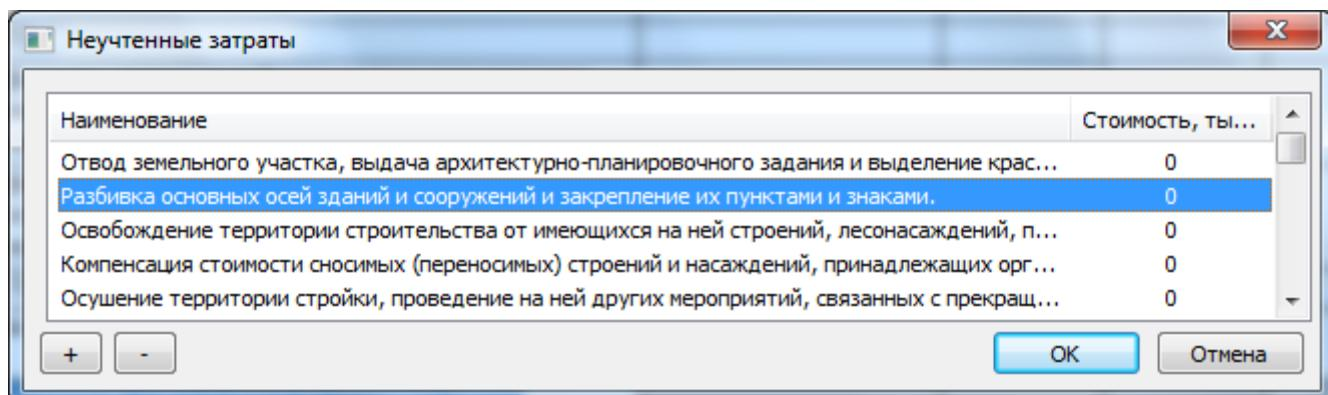

Рис. 9.9 Диалоговое окно неучтенные затраты
4. В открывшемся диалоговом окне *Неучтенные затраты* (Рис. 9.9) выбрать нужный тип затрат.
3. В открывшемся диалоговом окне *Неучтенные затраты* (См. рис. 9.9) нажать на кнопку  – Добавить, для добавления или  – Удалить, для удаления, неучтенных затрат из списка.